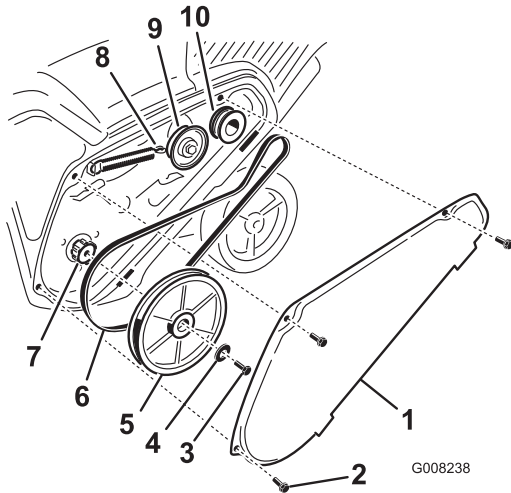

Figure 34
1. Enlevez le couvercle de la courroie d'entraînement après avoir retiré les 3 boulons comme montré à la Figure 34.
2. Décrochez le ressort de frein du bras de la poulie de tension pour détendre la courroie (Figure 34).
3. Enlevez la vis et la rondelle bombée qui retiennent la poulie de rotor (Figure 34).
4. Retirez la poulie de rotor et la courroie d'entraînement (Figure 34).
**Remarque:** Acheminez la courroie neuve autour de la poulie du moteur, puis de la poulie de tension, et enfin autour de la poulie de rotor desserrée, située juste au-dessus de l'arbre de rotor (Figure 34).
6. Montez la poulie de rotor sur l'arbre de rotor (Figure 34).
7. Montez la rondelle bombée et le boulon de fixation de la poulie de rotor, et serrez-les solidement (Figure 34).